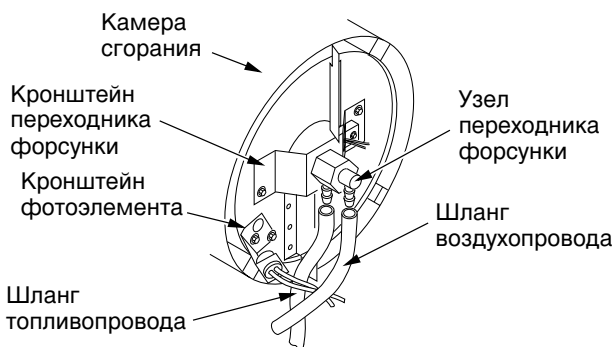
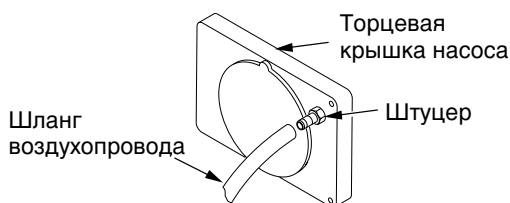

Рис. 17. Снятие шлангов воздухопровода и топливопровода (только для моделей 10, 18,5 и 20кВт)
Рис. 22. Присоедините шланг воздухопровода к штуцеру
14. Установите фотоэлемент в его кронштейн. Протяните провода, как показано на Рис. 17, 18, или 19, стр. 13.
3. Снимите шланги топливопровода и воздухопровода с узла форсунки (см. Рис. 17, 18 или 19).
4. Проверьте шланги топливопровода и воздухопровода на отсутствие трещин и/или отверстий. Если топливопровод поврежден, отсоедините его от переходника форсунки (см. Рис. 17, 18 или 19, стр. 13) и топливного фильтра (см. стр. 10). Если воздухопровод поврежден, отсоедините его от переходника форсунки (см. Рис. 17, 18 или 19, стр. 13) и от штуцера торцевой крышки насоса (см. Рис. 22).
5. Установите новый воздухопровод и/или топливопровод. Присоедините один конец шланга воздухопровода к штуцеру на торцевой крышке насоса (см. Рис. 22), а другой - к переходнику форсунки (см. Рис. 17, 18 или 19, стр. 13). Присоедините один конец шланга топливопровода к топливному фильтру (см. стр. 10), а другой - к переходнику форсунки (см. Рис. 17, 18 или 19, стр. 13).
На нагревателях моделей BE35CEL и BE70CEL проложите воздухопровод и топливопровод примерно так, как показано на Рис. 17, стр. 13.